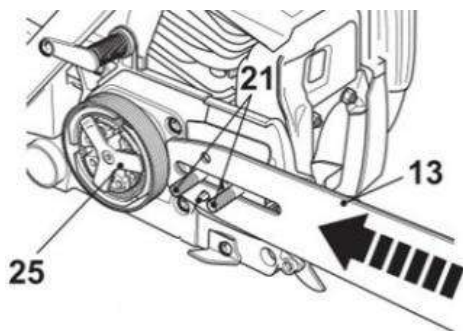

Fig. 5
5. Placez la fente du guide (13) sur les deux boulons (21). Poussez le guide (13) vers la gauche vers le pignon (24) (derrière l'embrayage (25))(fig. 5).